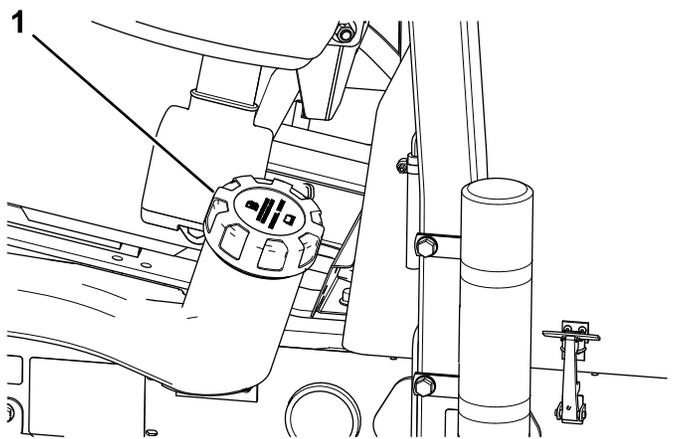

Рисунок 38
1. Очистите поверхность вокруг крышки топливного бака (Рисунок 38).